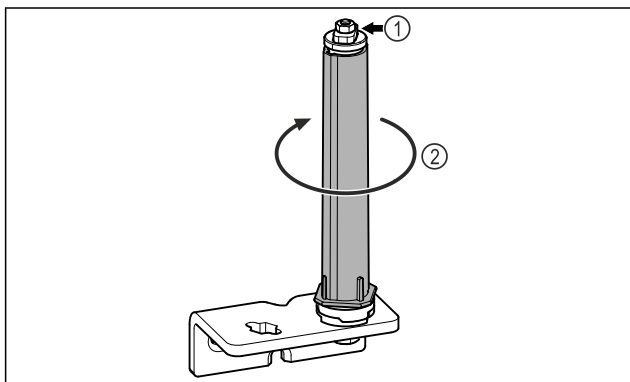

Fig. 18
- Nerozoberajte systém zatvárania dverí Fig. 18 (1).
- Otáčajte systém zatvárania Fig. 18 (2), kým nezacvakne.